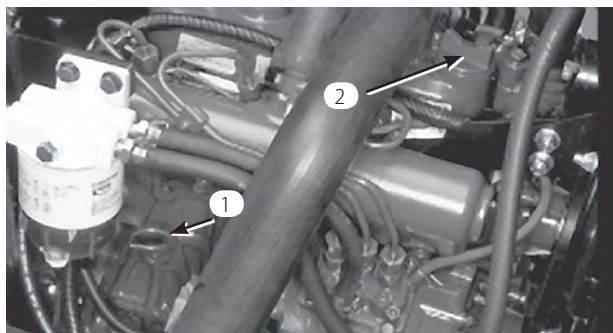

図 14
2. ディップスティックを抜き、ウェスで拭きとてもう一度差し込む。付いているオイルをウェスで拭きとてもう一度差し込み、再びディップスティックを抜き取ってオイルの量を確認する；Fullマークまであればよい（図14）。
3. オイルの量がfullマークまでない場合は、キャップを取りfull位置までオイルを補給する（図14）。入れすぎないように注意すること。